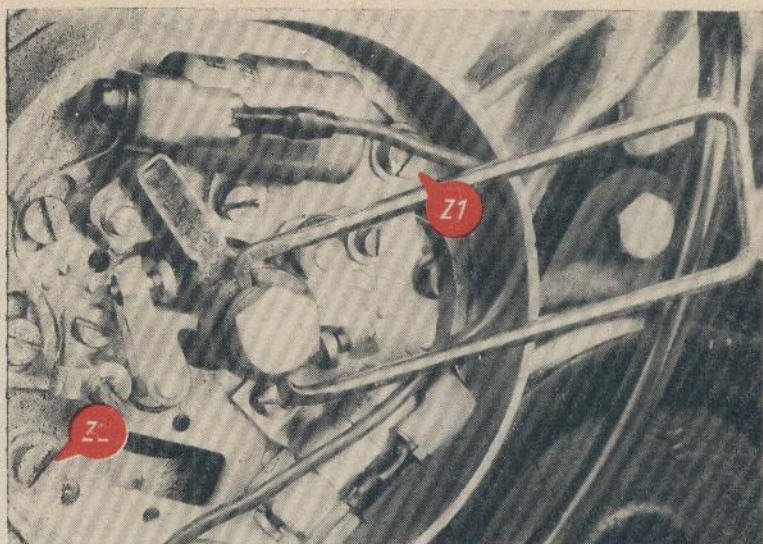

Abb. 38
Zur Zündeneinstellung braucht man außer dem Schraubenzieher und einem Steckschlüssel 7 mm – zur Not geht es auch mit einem hochkant auf die Mutter gesetzten Gabelschlüssel – unbedingt eine Prüflampe, die mit Krokodilklemmen versehen ist und angeklemt werden kann, damit man die Hände frei hat. Bei eingebauter Fliehkraftzündverstellung (Trabant 601) ist ferner eine Aufpreisvorrichtung erforderlich, denn die Zündung muß bei voll aufgespreizten Fliehgewichten eingestellt werden. Mit der im Handel erhältlichen Vorrichtung (Abb. 37) kann der Fliehkraftregler in voll aufgespreizter Stellung festgeklemmt werden. Steht diese Vorrichtung nicht zur Verfügung, so kann man sich mit einer entsprechend gebogenen Motorradspeiche helfen (Abb. 38), die in die Nuten am Nocken eingreift und dessen Verdrehung ermöglicht. Zum Aufspreizen der Gewichte muß die Speiche bis zum Anschlag in Pfeilrichtung gedreht und während der Prüfung des Zündzeitpunktes festgehalten werden.
5. Fliehgewichte aufspreizen, Kurbelwelle langsam rechts herum drehen, bis die erloschene Prüflampe gerade wieder aufleuchtet. Bei Beginn des Aufleuchtens muß die Kerbe der Keilriemenscheibe an der Unterkante des Lineals stehen. Steht sie höher oder tiefer, so muß die Einstellung korrigiert werden. Dazu stellt man die Kerbe genau neben die Unterkante des Lineals und löst die Schrauben Z 1, Z 2 und Z 3 (Abb. 38 und 39). Bei
Das Verölen der serienmäßigen Miramid-Unterbrecher ist eine der häufigsten Zündstörungen, die unterwegs so viel „Freude“ bereiten. Zum Entölen kann man einen Lappen auf den Schraubenzieher wickeln und zwischen die Kontakte stecken. Meist geht es dann schon wieder. Zur gründlichen Reinigung nimmt man besser die Grundplatte heraus. Dabei werden die Kabel von ihren Flachsteckern an den Kondensatoren abgezogen und nur die beiden Schrauben Z 1 und Z 2 herausgeschraubt (Abb. 38). Man kann auch die Unterbrecher auseinandernehmen und dazu die Schrauben S 1 und S 2 lösen (Unterbrecherhebel aber nicht auswechseln!). Nur die Sechskantmutter Z 3 und die Schrauben Z 4, Z 5, U 1 und U 2 dürfen nicht gelockert werden, sonst verstellen sich die Zündung bzw. die Kontaktabstände. Die Sechskantmutter Z 3 hat mit der Befestigung der Grundplatte nichts zu tun. Sie hält nur einen Zapfen, der in Verbindung mit einer Bohrung im Unterbrechergehäuse die unveränderte Lage der Grundplatte gewährleistet.